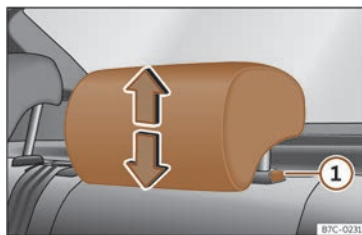

Fig. 98 Reposacaps del darrere: regulació del reposacaps.
- Agafeu el reposacaps amb les dues mans pels costats i empenyeu cap amunt fins a encaixar-lo amb la posició desitjada. Per abaixar-lo, feu la mateixa acció tot prement el botó lateral ① >>> **fig. 98**.